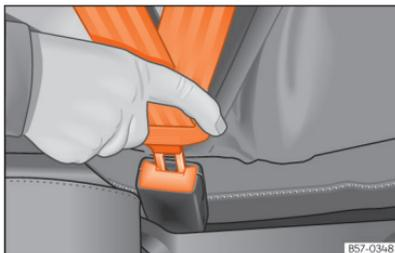

Abb. 21 Schlosszunge des Sicherheitsgurts in das Gurtschloss einstecken.
- Schlosszunge fest in das zum Sitzplatz gehörende Gurtschloss stecken »» **[Abb. 21]**.